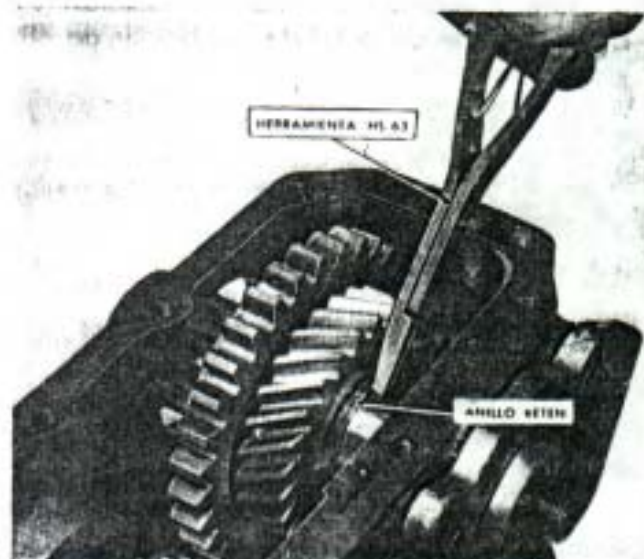

Fig. 296. - Extrayendo el anillo retén del eje de salida delantero con la herramienta H5-63.
- 15) Con la pinza HS-63, extraer el anillo retén de su alojamiento, corriéndolo a su vez sobre el eje. Impulsar el eje hacia atrás y retirarlo (Fig. 296).